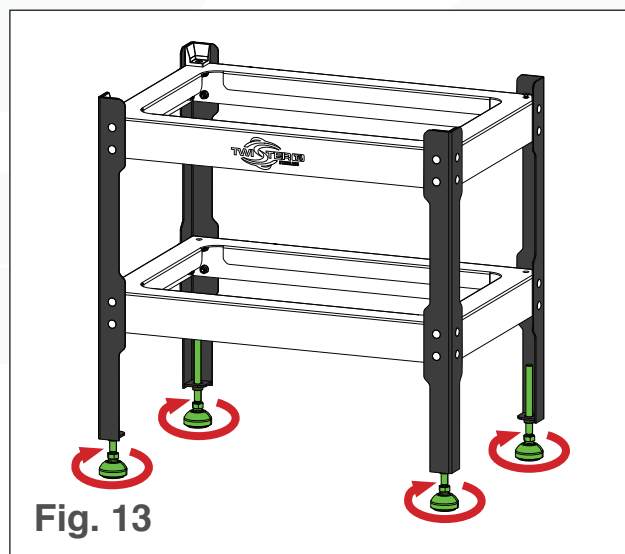

Fig. 13
- iii. Ajuste las patas niveladoras de los soportes para que estén a su altura mínima (ver la Fig. 13).